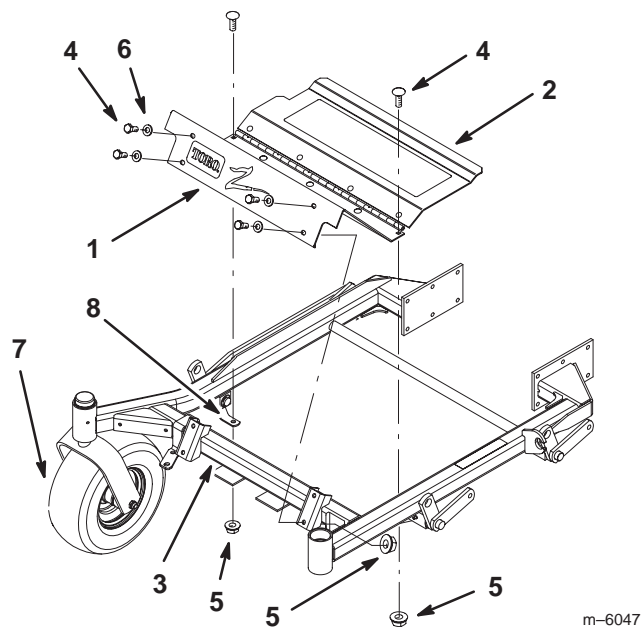

Bild 21
1. Nehmen Sie die zwei äußeren Schrauben ab, mit denen die vordere Bodenplatte am Chassis befestigt ist (Bild 21). Bewahren Sie die Schrauben auf.
2. Nehmen Sie die vier Schrauben und Scheiben ab, mit denen die vordere Bodenplatte am Vorderchassis befestigt ist (Bild 21). Bewahren Sie die Schrauben und Scheiben auf.
6. Setzen Sie die zwei äußeren Schrauben ein, mit denen die vordere Bodenplatte am Chassis befestigt ist (Bild 21).
7. Setzen Sie **nur die zwei oberen Schrauben** ein, mit denen die vordere Bodenplatte am Vorderchassis befestigt ist (Bild 21). Verwenden Sie die vorhandenen Schrauben.